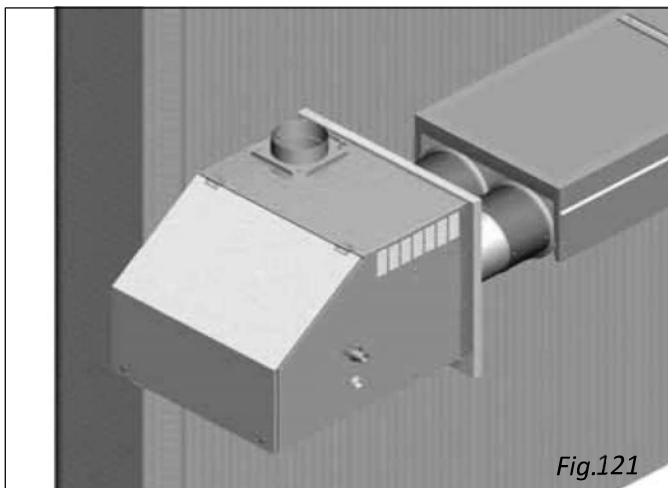
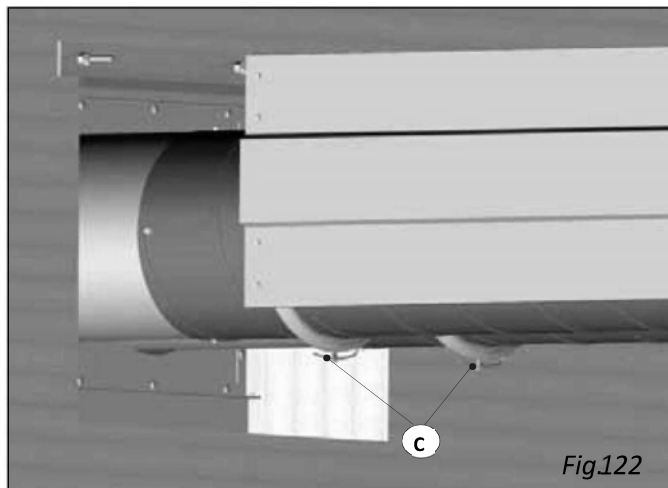

Fig.121
Fig.122
Adosser les brides du premier module radiant aux brides positionnées sur le générateur comme le montre la fig. 121. Enclencher la bague de fermeture et fixer au moyen de l'écrou fourni (C) les deux brides (fig. 122).